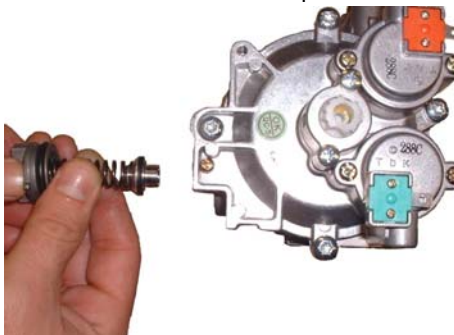

Fig. 13
9. Substituir la válvula de gas principal, y si es necesario, el anillo tórico de la tapa de cierre (Fig. 13).